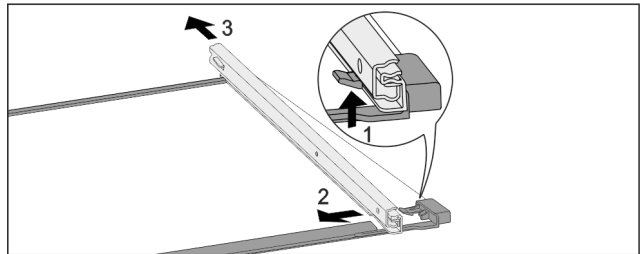

Fig. 244 Glasplatte mit Schienen
- ▶ Vorderen Rasthaken nach oben drücken. Fig. 244 (1)
- ▶ Auszugsschiene zur Seite Fig. 244 (2) und nach hinten Fig. 244 (3) wegschieben.